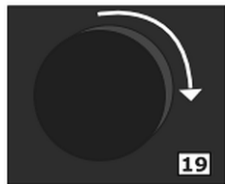

Abb. 23
2. Drehen Sie den Drehregler (19, Abb. 23), bis die Garphase erscheint, die Sie ändern möchten.